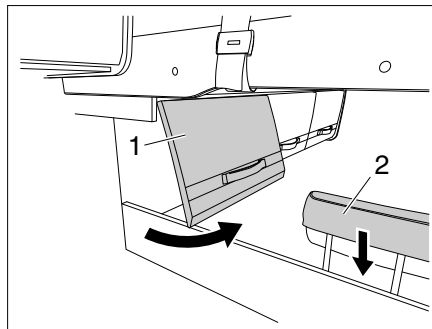

Fig. 161 Portillon du compartiment de rangement et appuie-tête
- Ouvrir le portillon du compartiment de rangement (Fig. 161,1).
- Abaisser l'appuie-tête (Fig. 161,2).